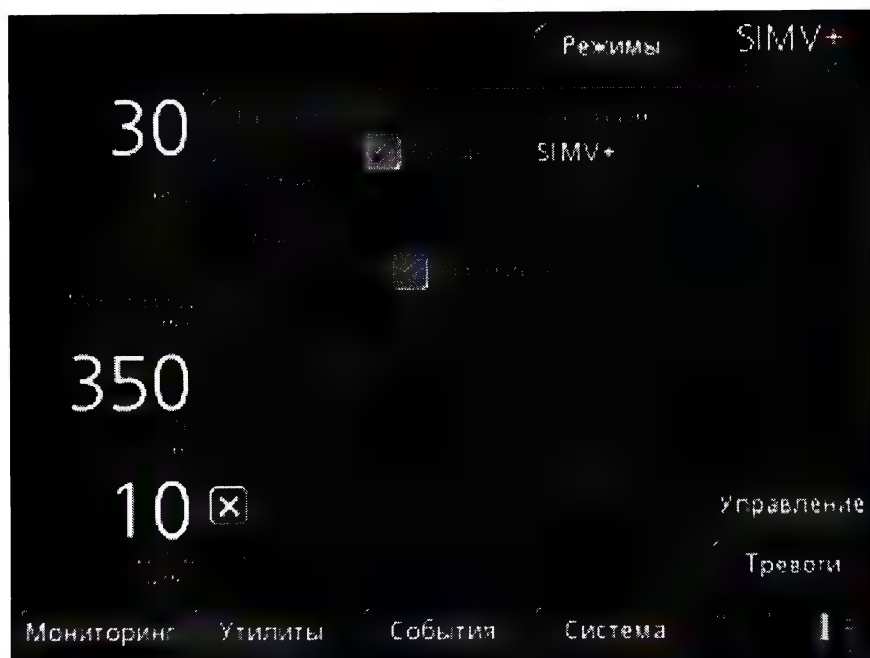

Рисунок 4-7. Отметка «Автоматически»
4. Если требуется, откройте окно «Управление» -> «Апноэ». Выберите или отмените выбор «Васкир». Резервный режим и его параметры отобразятся на экране (рис. 4-7).